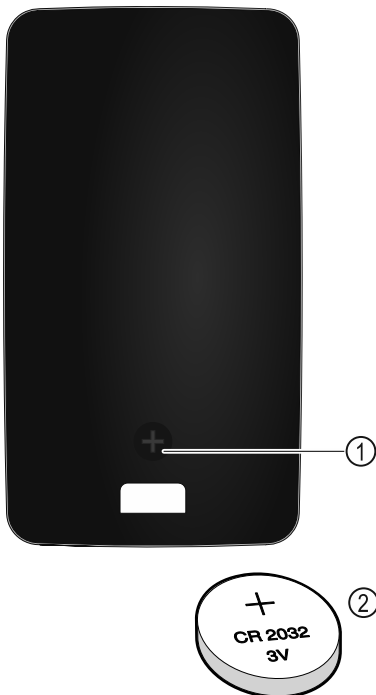

Fig. 231
Die Stromversorgung der Fernsteuerung erfolgt über eine Batterie des Typs CR 2032 mit 3V Fig. 231 (2), welche im Fachhandel erhältlich ist.
- ▶ Schraube Fig. 231 (1) auf Rückseite der Fernbedienung herausdrehen.